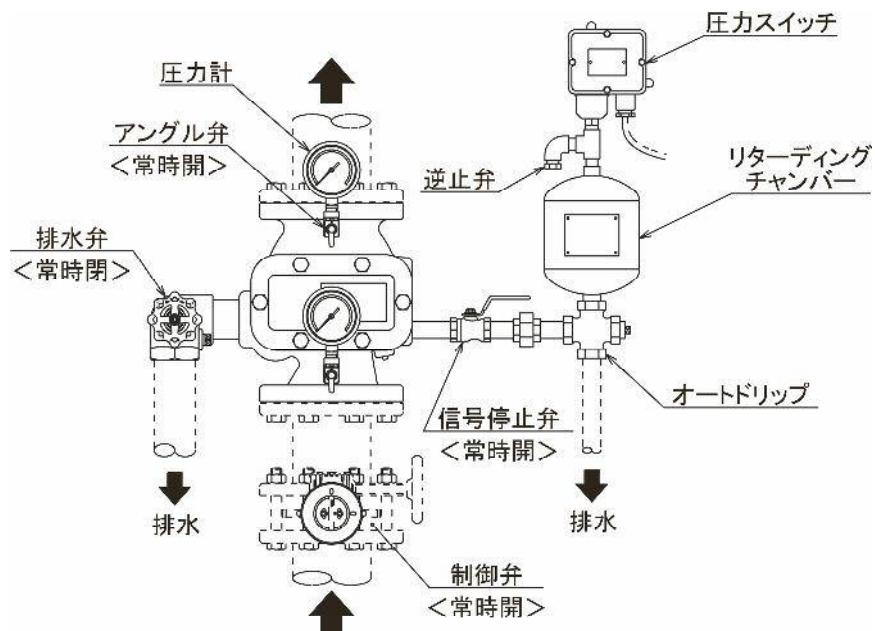
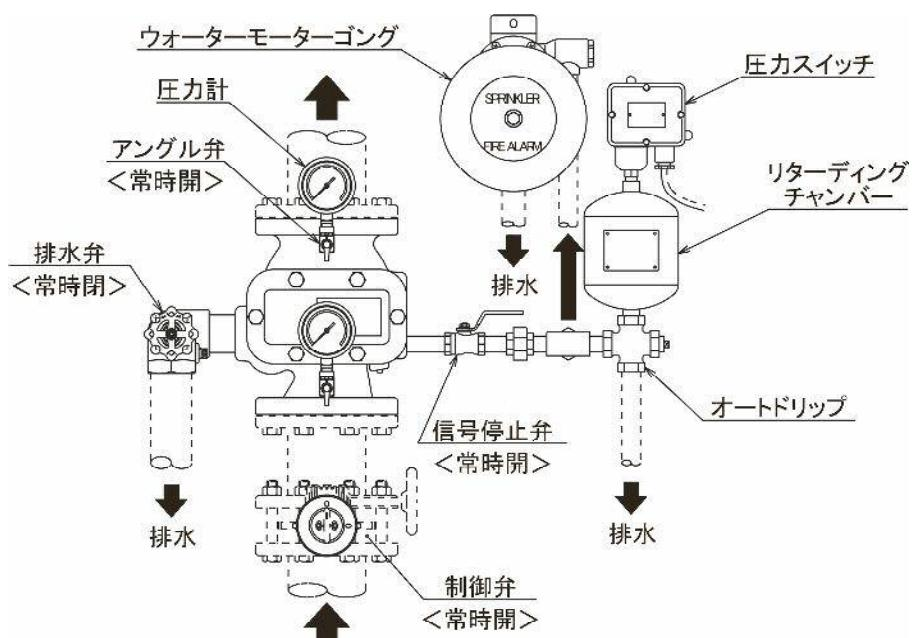

図1
図2
取 付	<p>① 取付ける際、本製品の周囲には排水弁やリターディングチャンバーの設置、及びメンテナンス等を考慮したスペースを確保してください。メンテナンス等することができなくなります。</p> <p>② 本製品を取付ける前に、バルブ本体内部の梱包材(ディスク押さえ)を必ず取除き、その他の異物がないことを確認してください。異物等により機能が失われる恐れがあります。</p> <p>③ 本製品を取付ける際、バルブ本体の側面に表示されている流れ方向(矢印↑)が、下から上方向であることを確認のうえ、設置してください。逆方向では機能しません。</p> <p>④ バルブ本体を設備配管に設置してから、リターディングチャンバーや圧力計を取付けてください。なお、チャンバーは垂直に取付けてください。</p> <p>⑤ バルブ本体に排水弁、リターディングチャンバー・オートドリップ(クロス)・圧力スイッチの組立品、信号停止弁を組付ける際は、3ページの図1または図2を参照してください。</p>